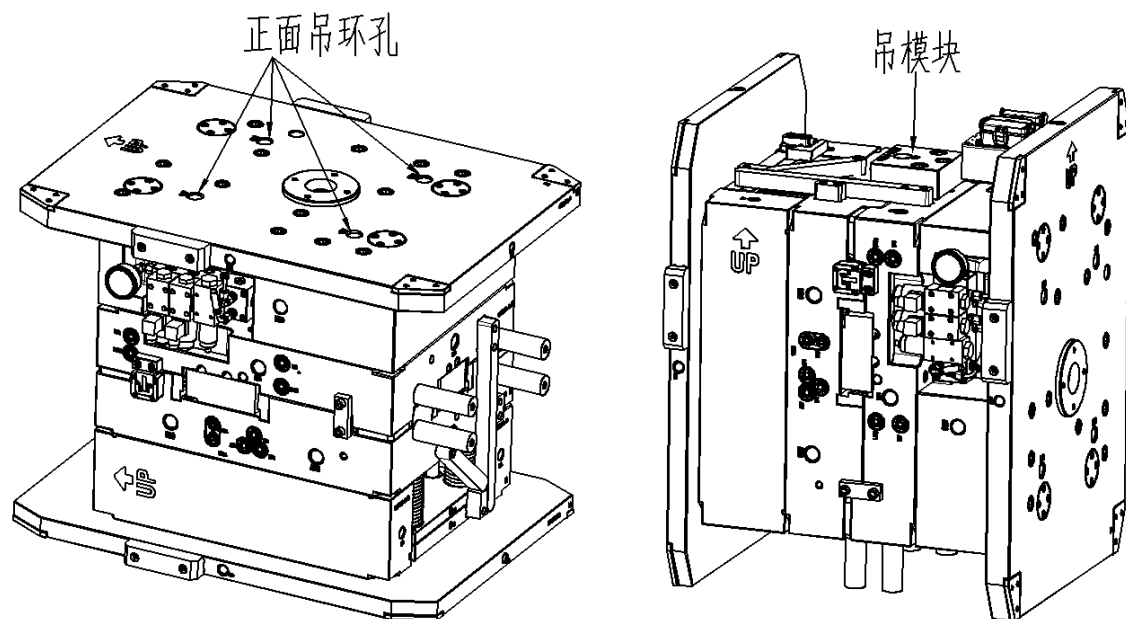

图 10-6 正面吊环孔图 10-7 吊模块
3). 当模具重量超过 800KG 时，则应在面板正面加装 4 个吊环孔。当模板零件超过 400KG 时，零件 4 周应开设计吊环孔，如图 10-6 所示。